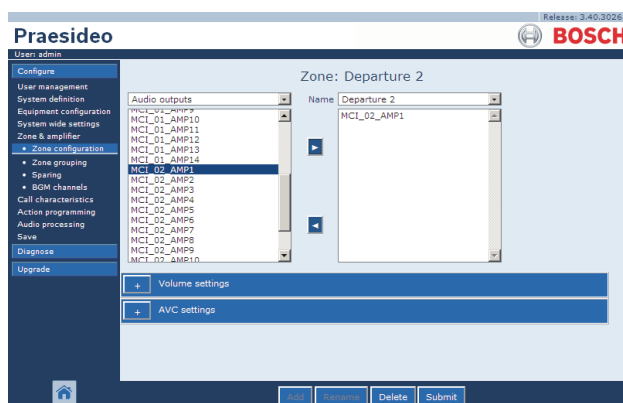

figura 46.5: Adicionar uma zona, passo 5
- 5 Faça um duplo clique na saída seleccionada ou clique no botão **>** para adicionar a saída à zona (consulte a figura 46.5).